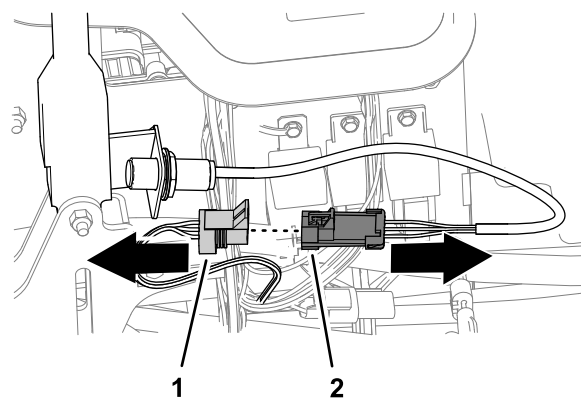

图 14
- 从机器线束的 3 针接头断开驻车刹车开关的 3 插槽接头 图 14。